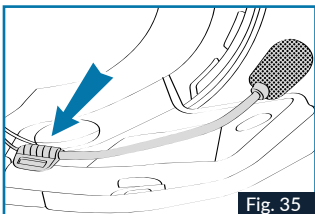

Fig. 35
7. Placer le microphone et fixez le à l'aide de la pièce velcro fournie, sur le polystyrène de la joue gauche comme indiqué sur la Fig.35.